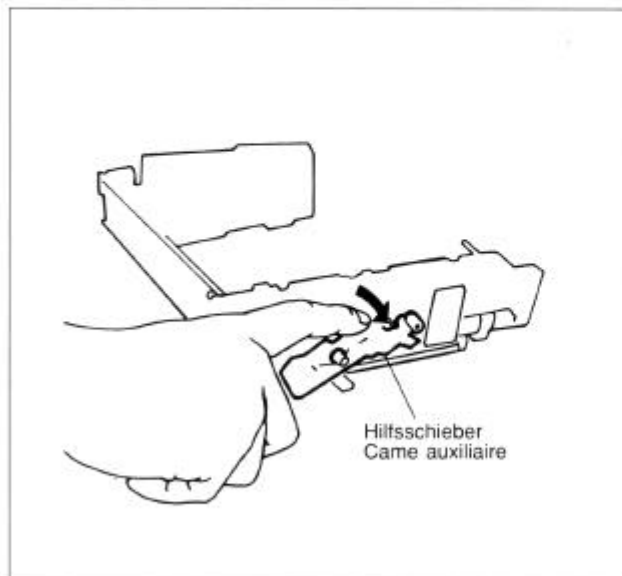

Fig. 19b
5. Den Hilfsschieber in Pfeilrichtung drücken (Fig. 19b), bis der Hilfsschieber vollständig in der Position "Kassette geladen" ist.
5. Pousser la came auxiliaire tel que l'indique la flèche (Fig. 19b) jusqu'à ce qu'elle se trouve bien en position "cassette chargée".